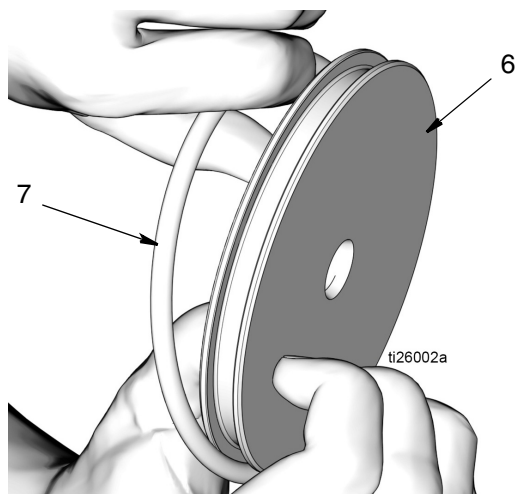

Рис. 24
- d. Извлеките уплотнительное кольцо круглого сечения (7) из поршня (6) (Рис. 24).